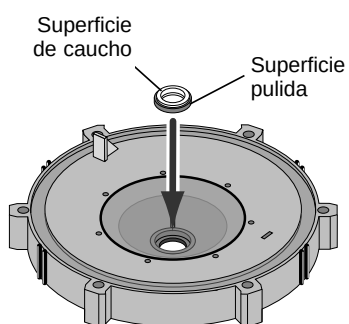

Figura 7
1. El asiento de cerámica debe estar limpio y libre de suciedad, grasa, polvo, etc. Humedezca el borde externo con una pequeña cantidad de detergente líquido; presione el asiento de cerámica en la cavidad de la placa de estanquidad con firmeza y con la presión del dedo (ver figura 7).